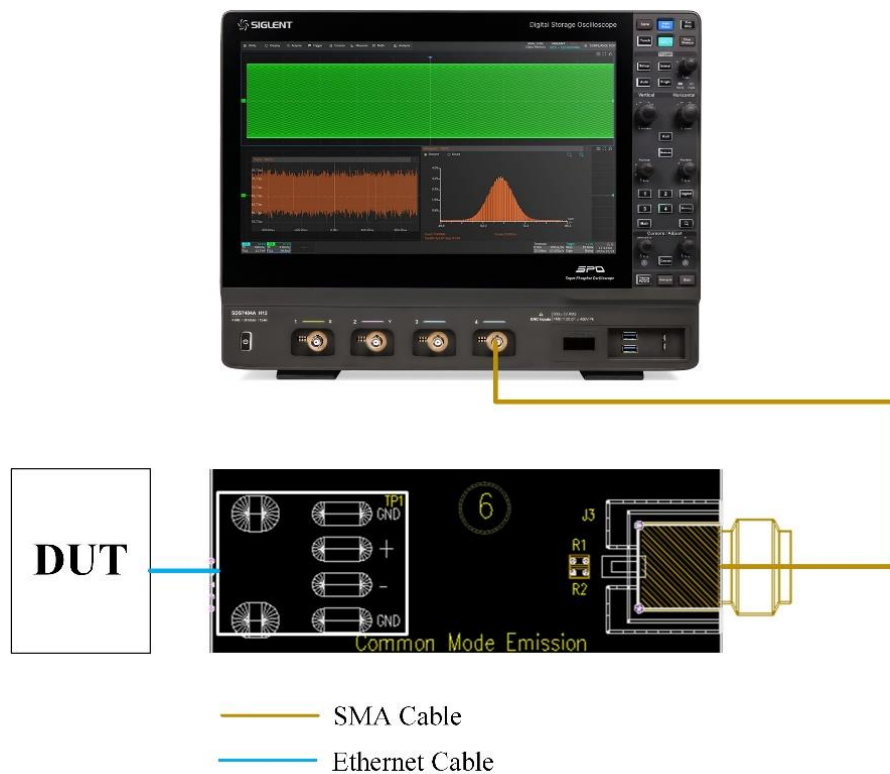
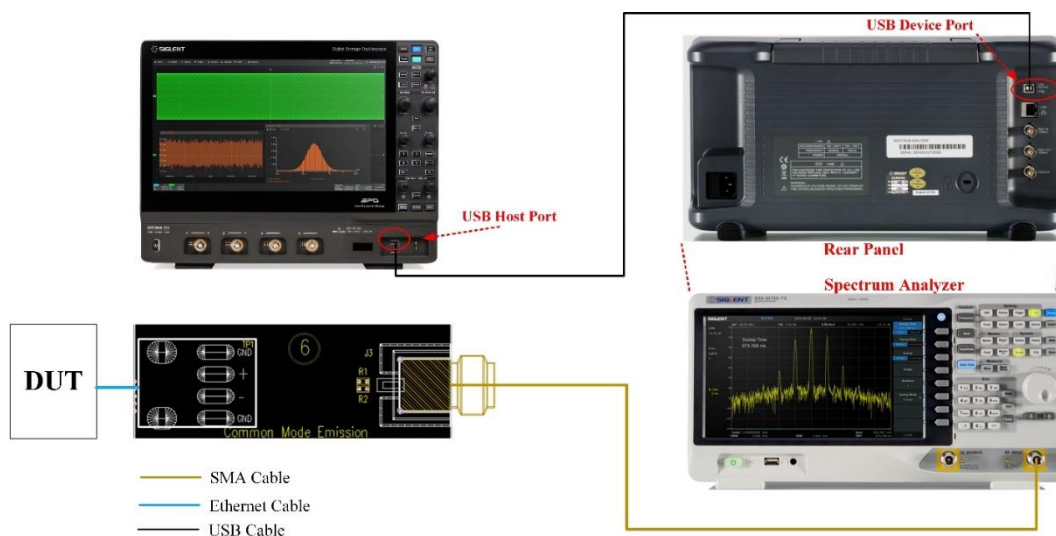

图 5-38 使用示波器测量 MDI 共模辐射连接示意图
图 5-39 使用频谱仪测量 MDI 共模辐射连接示意图
MDI 共模辐射测试, 有两种测试环境搭建, 分别为使用示波器 (如图 5-38 所示) 和频谱分析仪 (如图 5-39 所示) 进行测试。
(1) 示波器测试 MDI 共模辐射, 如图 5-38 所示。
(2) 频谱分析仪测试 MDI 共模辐射，如图 5-39 所示。